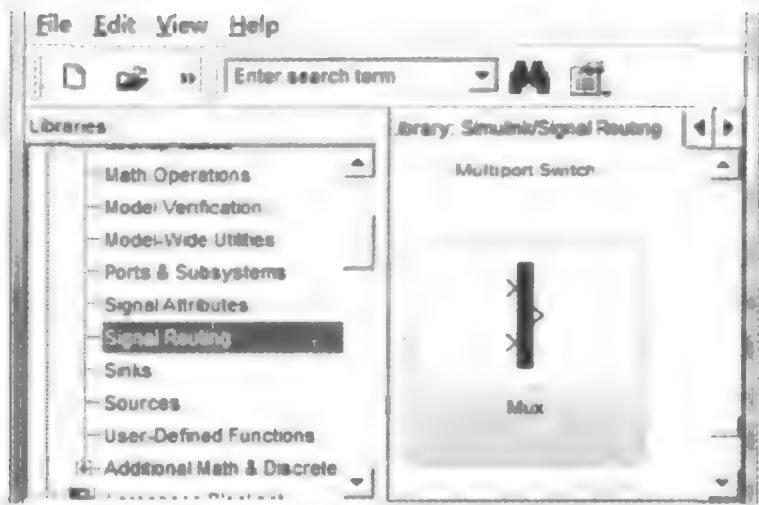

图 2.2.11 Mux 模块
(1) 控制信号与输出转速比较在添加 Signal Routing 库中的 Mux 模块到模型中,如图 2.2.11所示。